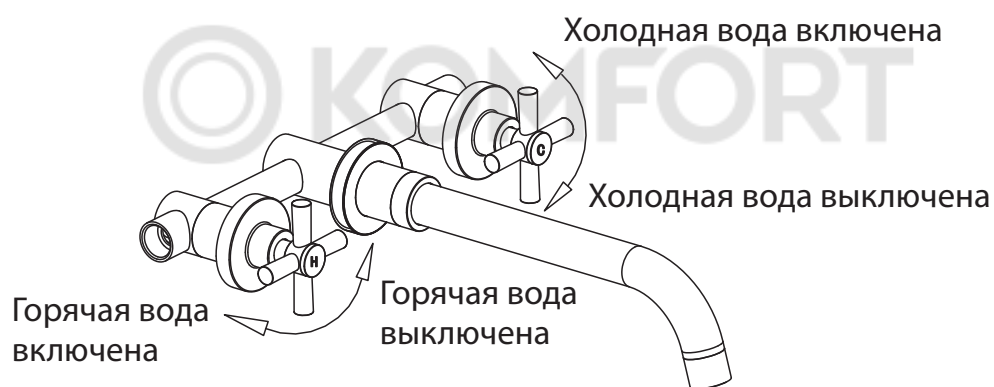

Рисунок 1
1. Снимите цветную кнопку, ослабьте винты, выньте ручку и снимите стопорную гайку и основание (рис. 1).
1. Сначала проверьте, может ли толщина стенки полностью соответствовать основному корпусу крана (рис. 1).
1. Как показано на рис.1, левая и правая ручки будут управлять подачей горячей и холодной воды соответственно. Поверните ручку с левой стороны по часовой стрелке, постепенно увеличивая подачу горячей воды; поверните ручку с правой стороны против часовой стрелки, постепенно увеличивая подачу холодной воды.